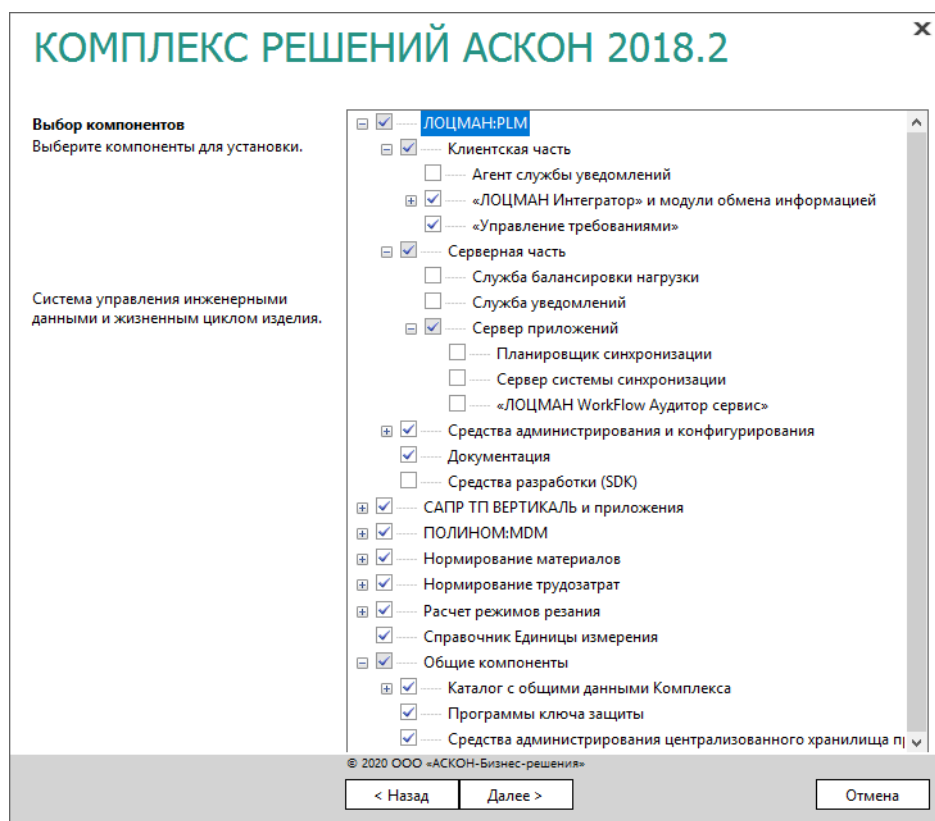

Рис. 2.2
1. Отметьте компоненты *Комплекса*, которые необходимо установить (рис. 2.2).